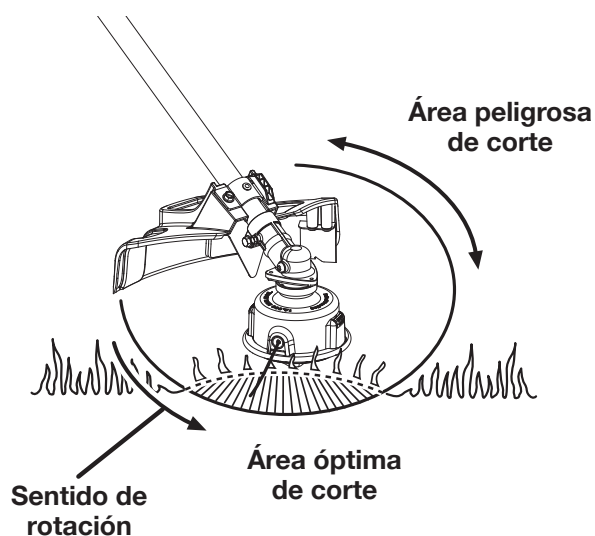

Figura 9
3. La recortadora corta cuando se pasa la unidad de izquierda a derecha. De esta manera se evita el lanzamiento de desechos hacia el operador. Evite cortar en el área peligrosa mostrada en la figura 9.